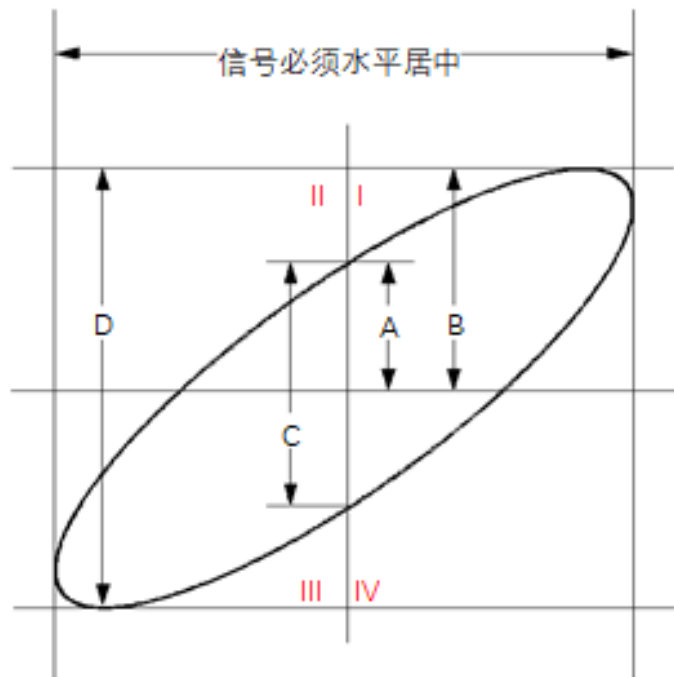

图 7.1 相位差的测量原理图
4. 观察上图的测量结果，并根据相位差测量原理图（图 7.1）可得 $A/B(C/D) = 1$ ，即两个通道输入信号的相差角为 $\theta = \pm \arcsin 1 = 90^\circ$ 。